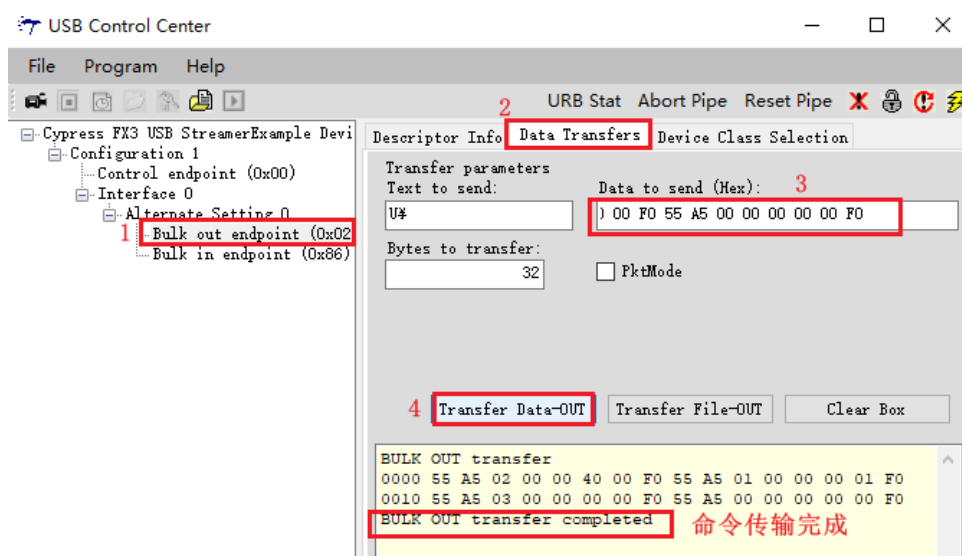

图 1-17 命令传输完成标志
4. 点击 “Transfer Data-OUT” 进行命令传输，传输完成之后如下图 1-17 所示。